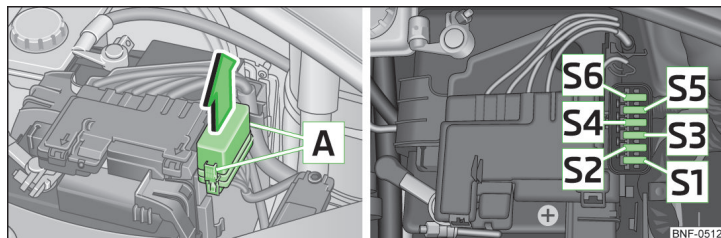

Bild 125 Lock till säkringslådan/säkringar
Säkringarna finns under ett lock bredvid bilbatteriet » bild 125.
- Tryck ihop spärrknapparna på locket **A** » bild 125 samtidigt.